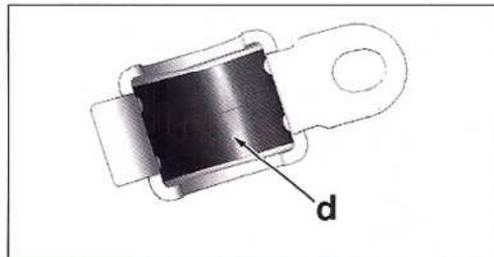

FIG. 19
• Aplicar pasta tipo "REMA PM600" o equivalente, y alinear los rebajes "a" y "d" para calar correctamente el apoyo sobre su soporte (Fig.19).